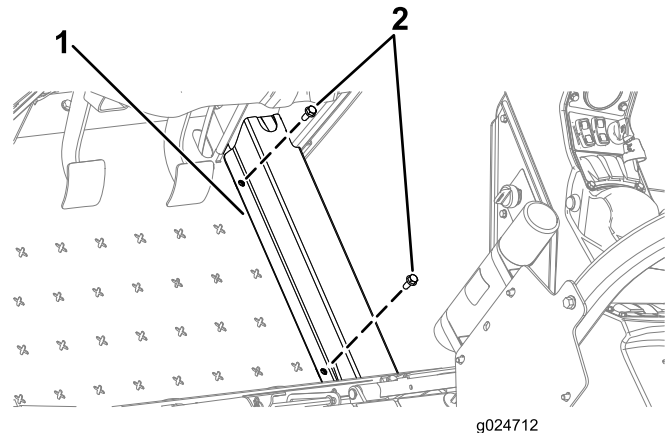

Figura 28
1. Retire los 2 pernos que sujetan la cubierta de las mangueras a la máquina y retire la cubierta (Figura 28).